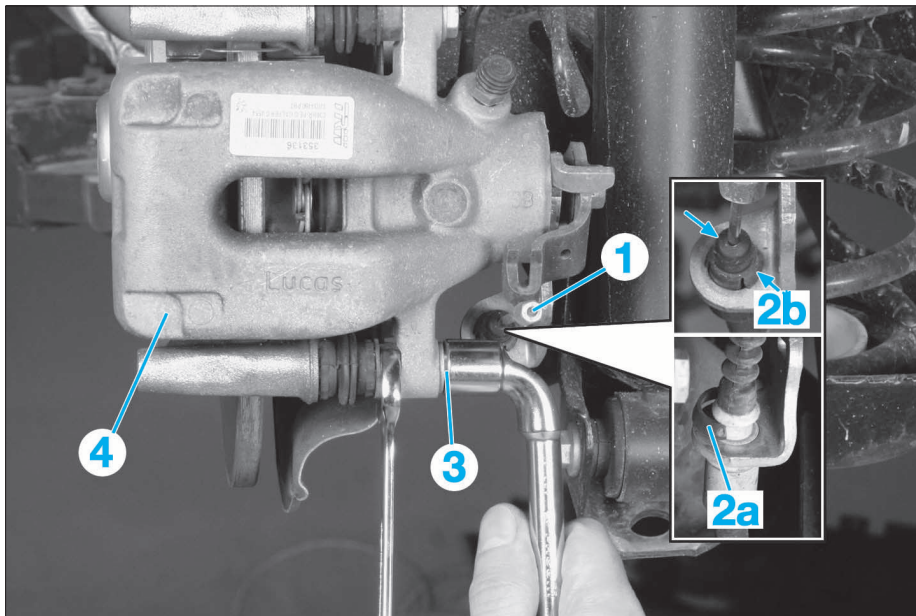

FIG. 12
- Désaccoupler le câble de frein de parking (1) de l'étrier (Fig.12).
- Déposer la vis (3) (maintenir le colonnette à l'aide d'une clé plate).
- Basculer l'étrier de frein (4) vers le haut.